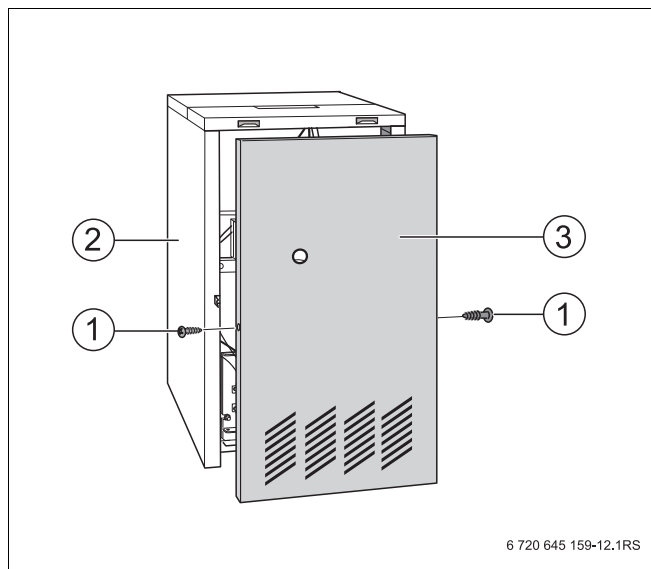

Рис. 12 Демонтаж передней стенки котла
- Вывернуть фиксирующие винты (Рис. 12, **поз. 1**) передней стенки (Рис. 12, **поз. 3**).
- Снять переднюю стенку котла (Рис. 12, **поз. 3**). Для этого ее нужно немного приподнять и снять, подав на себя.